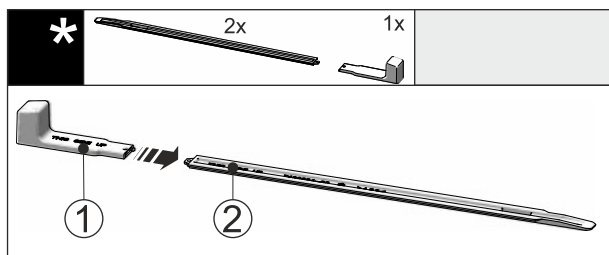

Fig. 46
- ▶ Pielieciet montāžas rokturi Fig. 46 (1) pie līmeņošanas sliedes Fig. 46 (2).